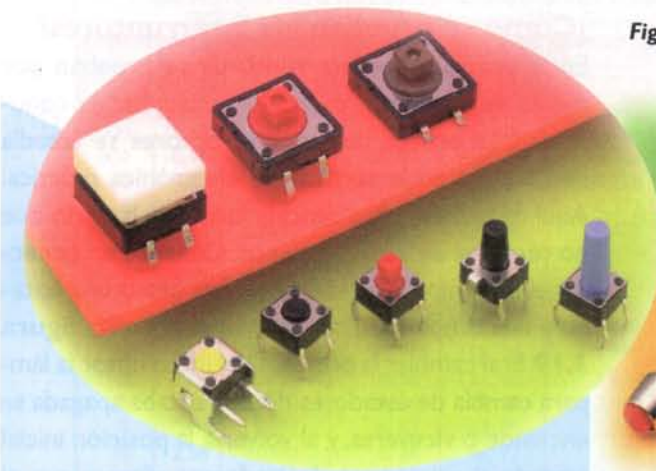
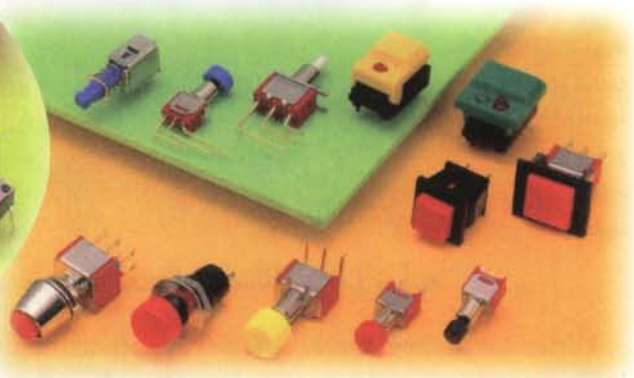

Figura 3.14a. Interruptores de presión o pulsadores de acción momentánea
Figura 3.14b. Interruptores de presión o pulsadores
**Interruptores de presión o pulsadores (push-button):** la mayoría son de acción momentánea; **figura 3.14a**, aunque hay algunos que pueden ser asegurados y empleados como interruptores convencionales. En éstos, el botón debe presionarse una vez para cerrar los contactos y otra vez para abrirlos. **Figura 3.14b**
**Interruptores de doble fila (dipswitches):** pueden tener desde uno (1) hasta doce (12) in-